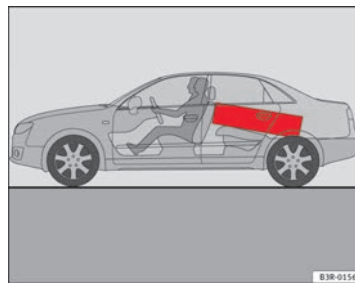

Abb. 115 Legen Sie schwere Gegenstände möglichst weit nach vorn.
- Schwere Gegenstände möglichst weit nach vorn legen ⇒ Abb. 115. ▶